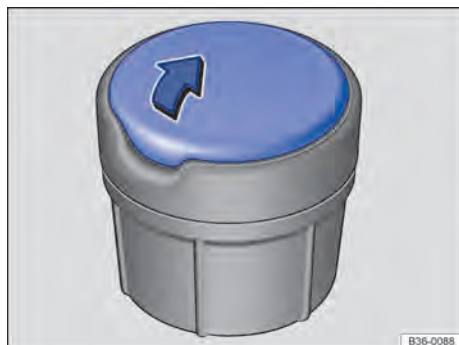

Fig. 132 Cinzeiro móvel.
- Para **abrir**, deslizar a cobertura no sentido da seta ⇒ Fig. 132.